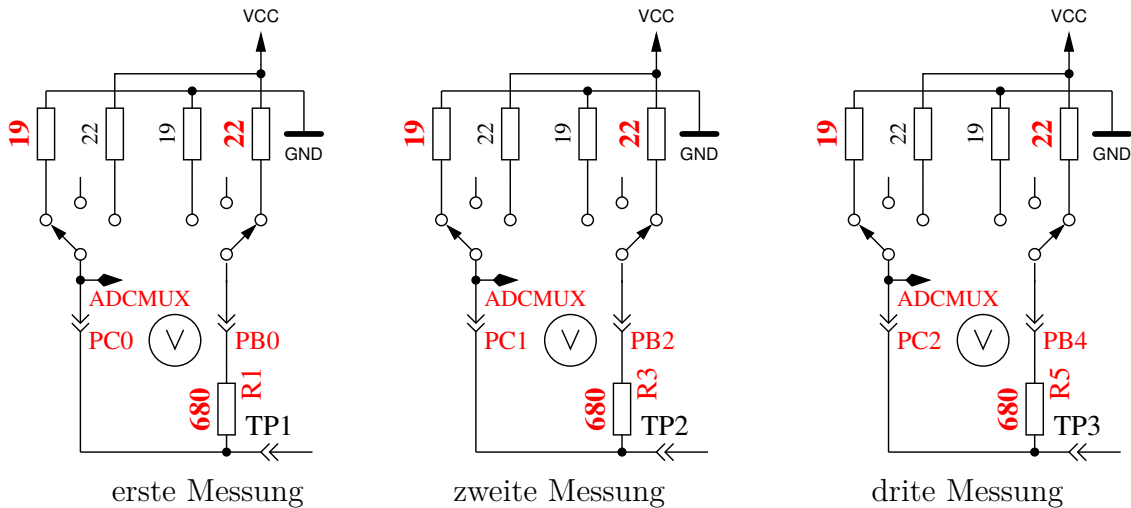

Abbildung 5.66. Messung des Innenwiderstandes von auf GND geschalteten Port-C-Ausgängen.
5. Dieser Schritt testet die **Fähigkeit von mit GND (-) verbundenen $470k\Omega$ -Widerständen (H) die Testpins auf GND zu ziehen.** Zeile 1 zeigt den Text „RH-“. Zeile 2 sollte für alle drei Pinne Null mV anzeigen.
6. Dieser Schritt testet die **Fähigkeit von mit VCC (+) verbundenen $470k\Omega$ -Widerständen (H) die Testpins auf VCC zu ziehen.** Zeile 1 zeigt den Text „RH+“. Der bestmögliche mV Wert für die drei Messungen wäre 0 in Zeile 2, da die Diffenz zu VCC dargestellt wird. Große Abweichungen vom Idealwert für Schritt 5 und 6 sind Fehler wie Isolations-Problem, Flussmittelreste oder beschädigter Port.
8. **Messung des Innenwiderstandes eines auf GND geschalteten Ausgangs.** Dieser und die folgenden Schritte werden nur bei gewählter AUTO_CAL-Option durchgeführt. Die internen Port-C-Widerstände von auf GND (-) geschalteten Ausgängen werden mit dem Strom der nach VCC (+) geschalteten 680Ω Widerstände gemessen, siehe Abbildung 5.66. Es werden nur die drei Pins des ADC-Ports vermessen, die Widerstands-Ports PB0, PB2 und PB4 können nicht ohne Veränderung der Hardware gemessen werden. Es wird angenommen, dass die Portwiderstände von unterschiedlichen Ports nahezu identisch sind. Der Widerstandswert wird im nächsten Schritt mit ausgegeben.